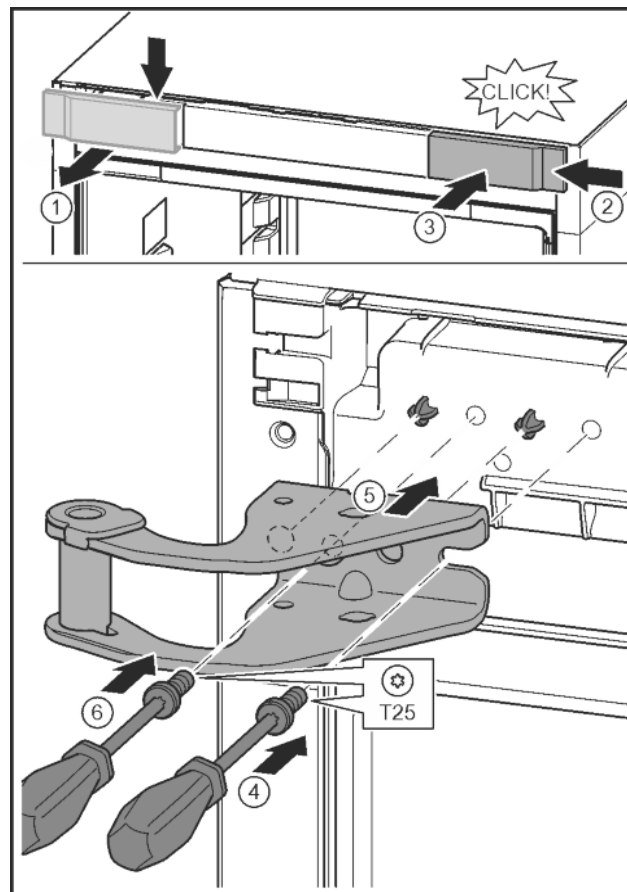

Fig. 14
- ▶ Uvoľnite kryt a odoberte ho z boku. *Fig. 14 (1)*
- ▶ Kryt zaveste na druhú stranu sprava otočený o 180°. *Fig. 14 (2)*
- ▶ Kryt zaklapnite. *Fig. 14 (3)*
- ▶ Skrutkovačom T25 nasadte skrutku. *Fig. 14 (4)*
- ▶ Nasadte hornú ložiskovú konzolu. *Fig. 14 (5)*
- ▶ Skrutku pevne zaskrutkujte. *Fig. 14 (4)*
- ▶ Skrutku nasadte a pevne zaskrutkujte skrutkovačom T25. *Fig. 14 (6)*